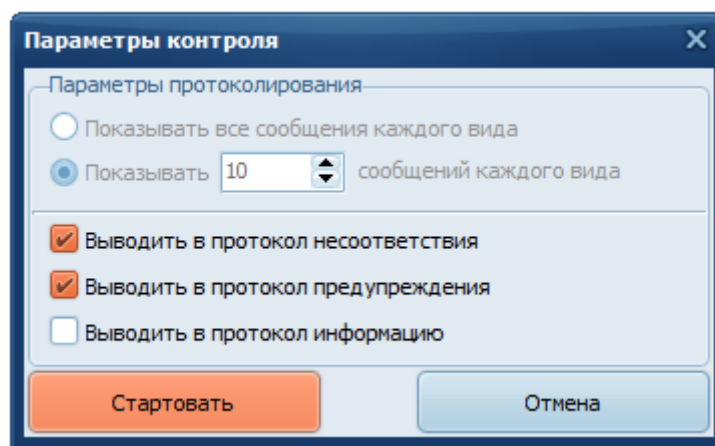

Рисунок 62 – Выбор параметров контроля
3) Настроить параметры формирования протокола контроля электронной информации (в соответствии с Заявкой) в части выводимых сообщений (рисунок 62, таблица 1).
4) Нажать кнопку «Стартовать» (рисунок 62).